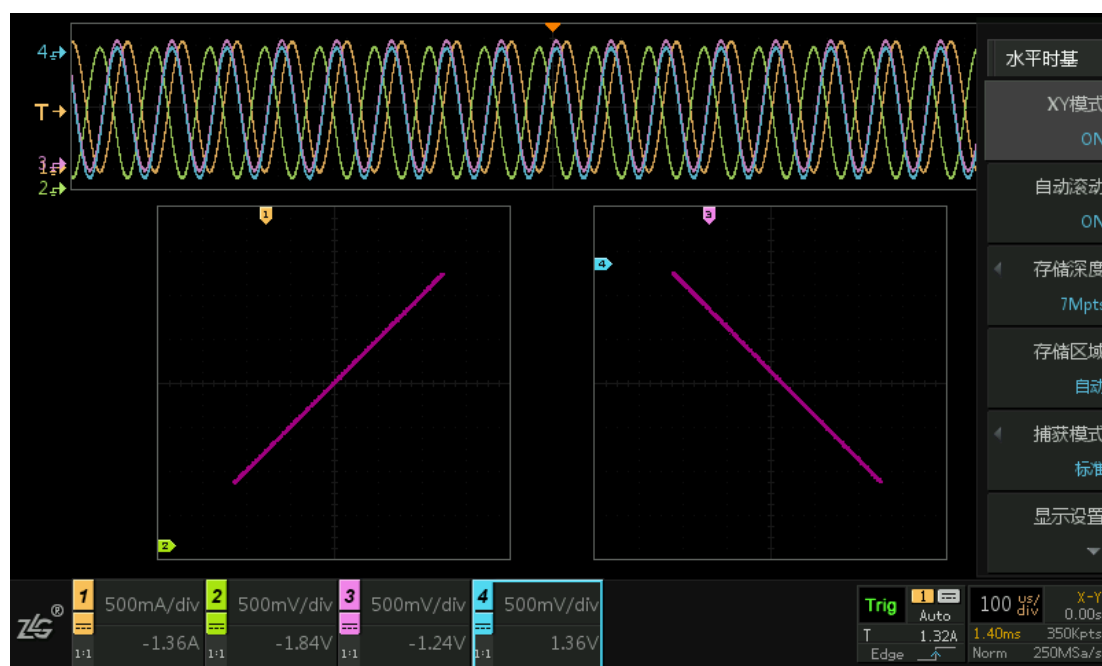

图 9.9 45°斜线
- 当  $\Phi = 0$  时，即两个通道的信号相位相同，此时  $Y = X$  ( $A = B$ )，对应的显示波形即为一 45° 斜线，如图 9.9 左图所示。
- 当  $\Phi = \pi$  时，即两个通道的信号相位相反，则  $Y = -X$  ( $A = B$ )，对应的显示波形即为一 45° 斜线，如图 9.9 右图所示；